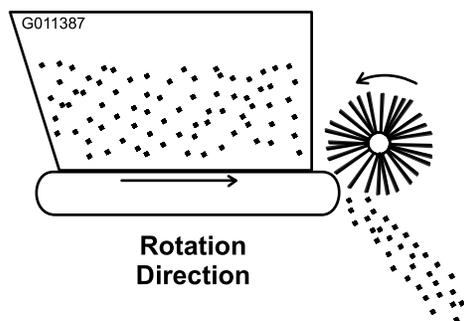

Рисунок 18
4. Запустите двигатель машины и опробуйте вращение транспортера и щетки. Рычаг выносной гидравлической системы на машине Workman установите в положение "run" ("Работа"). Направление вращения должно быть таким, как показано на Рисунок 18. В случае обратного направления вращения следует поменять местами быстроразъемные муфты.